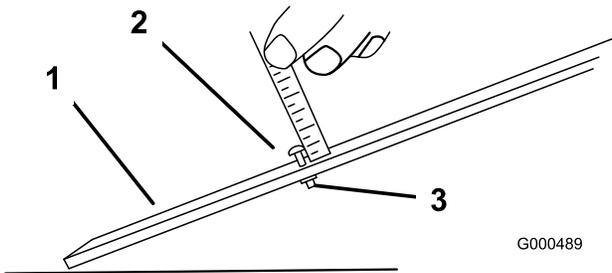

Bild 9
2. Lösen Sie die Mutter an der Messlehre (Bild 9) und stellen Sie die Einstellschraube auf die gewünschte Schnitthöhe ein. Der Abstand zwischen dem unteren Ende des Schraubenkopfs und der Stirnseite der Messlehre ist die Schnitthöhe.